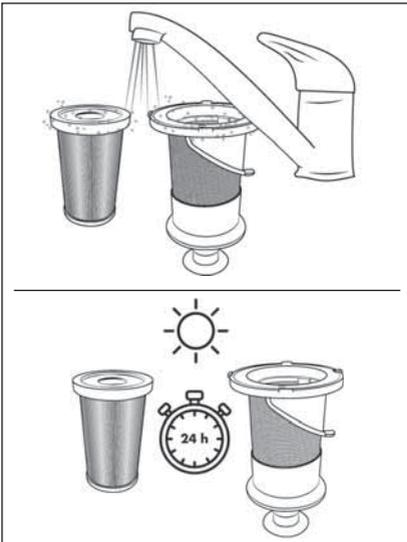

Fig. 20
- 5) Rincez le filtre HEPA ⑤ et le filtre en acier inoxydable ⑥ sous l'eau froide ou tiède. Laissez le filtre HEPA ⑤ et le filtre en acier inoxydable ⑥ sécher complètement à l'air avant de les replacer dans le bac à poussière ⑦ (voir fig. 20).